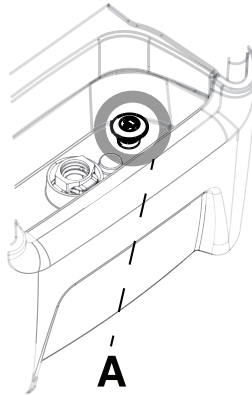

図15-24: ドレン・プラグ
3. 制御器から排水を行うには、制御器のドレン・プラグ (A) を引き上げ、ドレンを開きます(15-41ページの図15-24)。ドレンを開いたままにします。